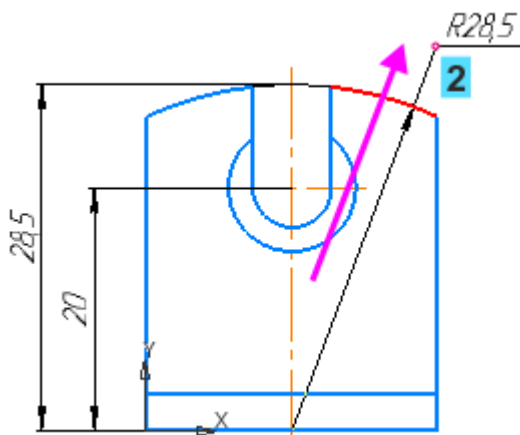

Рисунок 2
- Переместите курсор в направлении от центра дуги и укажите точку начала полки — точку 2. (рисунок 2)